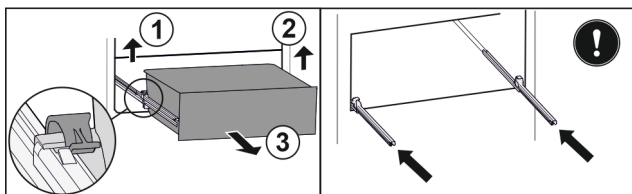

Fig. 142
- Lyft vänster klämma och dra samtidigt utdragslåda till vänster framåt. Fig. 142 (1)
- Lyft höger klämma och dra samtidigt utdragslåda till höger framåt. Fig. 142 (2)
- Ta ut utdragslåda genom att dra den framåt. Fig. 142 (3)